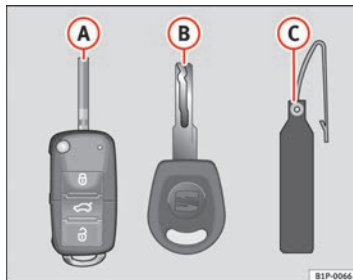

Abb. 62 Schlüsselsatz
- Funkschlüssel ⇒ Abb. 62 A mit ausklappbarem Schlüsselbart